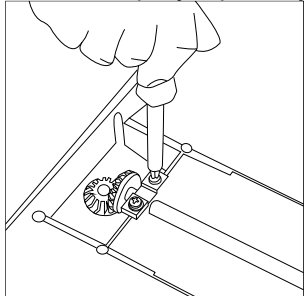

Рис.8
1. Вывинтите два прижимных винта (Рис. 8)